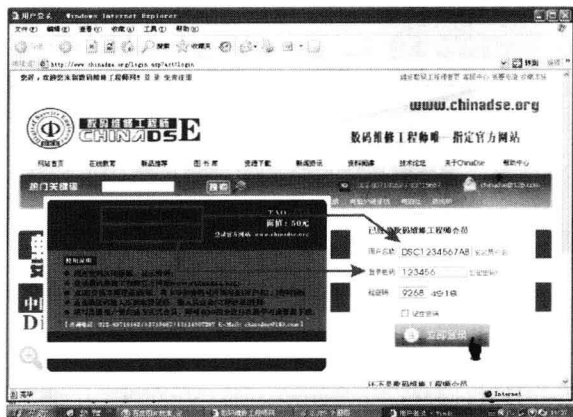

图5 输入用户名、密码
⑤ 待登录界面打开后,将学习卡上的卡号填写到用户名中,将密码填写到登录密码中,如图5所示。